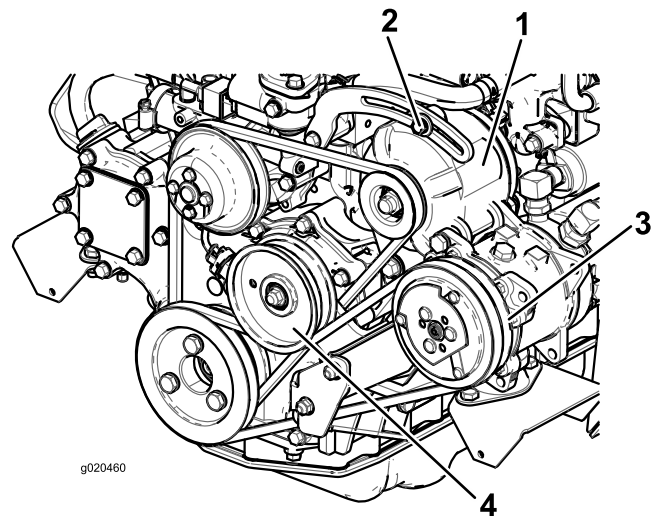

Figura 112
Si la desviación no es de 10 mm (¾"), afloje los pernos de montaje del alternador (Figura 112).
- Si la desviación no es de 10 mm ( $\frac{3}{8}$ " ), afloje el perno de montaje de la polea tensora (Figura 112).